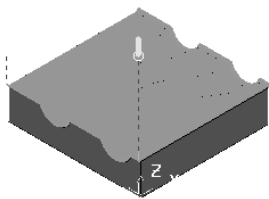

图 2-48 生成的刀具路径
9) 在“平行精加工”对话框中单击“应用”按钮和“接受”按钮，确定参数并退出对话框，生成的刀具路径如图 2-48 所示。